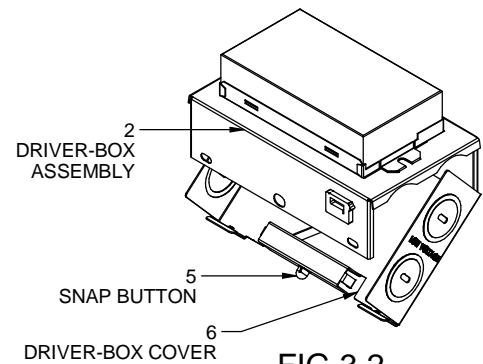

FIG 3.2
1. Pull the Whip wire harness assembly (10) through housing (3)/ceiling cut-out (4) and open the Driver-Box cover (6) Press snap button (5) and swing open Driver-Box cover (6). **FIG 3.2** Remove appropriate knockout (Ø .875 KO) and assemble appropriate connector for the supply wire used. Connect ground wires to green ground leads. Connect white (common) to white (leads). Connect power supply (line) to black lead(s) and assemble the Whip assembly strain relief (10) snap firmly together with Driver box assembly (2). Swing the Driver-Box cover (6) closed and snap firmly together with Driver-box assembly (2). **WARNING: DO NOT pinch wires between Driver/J-Box cover and Driver-Box. Consult a qualified electrician for all other options that require other wiring configurations.**
1. Tirer le faisceau de câbles (10) à travers le logement (3)/la découpe de plafond (4), puis ouvrir le couvercle (6) du boîtier de pilote. Appuyer sur le bouton d'encliquetage (5) et ouvrir le couvercle (6). **FIG 3.2** Retirer l'opercule défonçable (Ø 0,875) qui convient et poser le connecteur qui convient pour le câble d'alimentation utilisé. Raccorder les fils de terre aux conducteurs de mise à la terre verts. Raccorder le fil blanc (commun) au(x) conducteur(s) blanc(s). Raccorder l'alimentation électrique (phase) au(x) conducteur(s) noir(s) et assembler le serre-câble (10). Enclencher fermement avec le boîtier de pilote (2). Fermer le couvercle (6) du boîtier de pilote et l'enclencher fermement avec le boîtier de pilote (2). **AVERTISSEMENT : NE PAS pincer les fils entre le couvercle du Driver/J-Box et le J-Box. Consulter un électricien qualifié pour toute autre option nécessitant une configuration de câblage différente.**